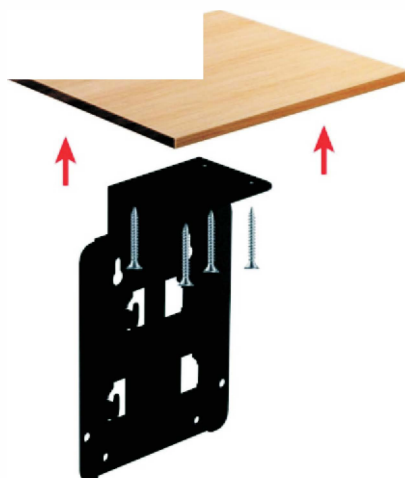

Figura 1
1. Si necesita asegurar la caja fuerte debajo de objetos como una mesa, seleccione las cuatro barras en el plano horizontal del soporte de montaje (Figura 1) y utilice tornillos de montaje para fijar el soporte a la mesa.